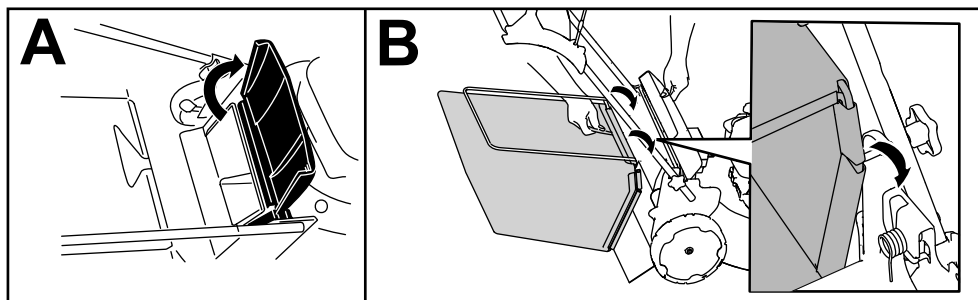

Figura 11
1. Sollevate il deflettore posteriore e tenetelo sollevato (A di Figura 11).
2. Montate il cesto di raccolta, accertandovi che i suoi perni siano inseriti nelle tacche presenti sulla stegola (B della Figura 11).